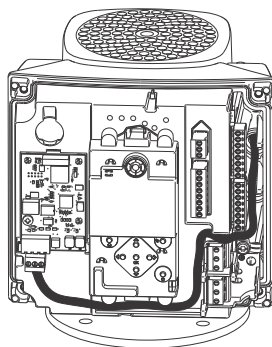

Рис. 63 Пример проводки
- Проложите провода для модуля SIM. См. пример на рис. 63.